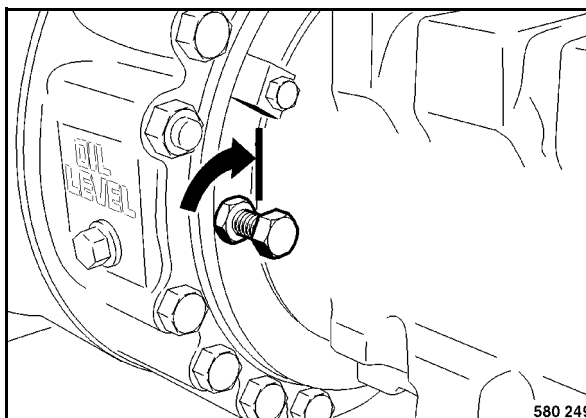

fig. 63
- Revisser les vis de desserrage du frein (fig. 63) jusqu'en butée dans le piston de frein.